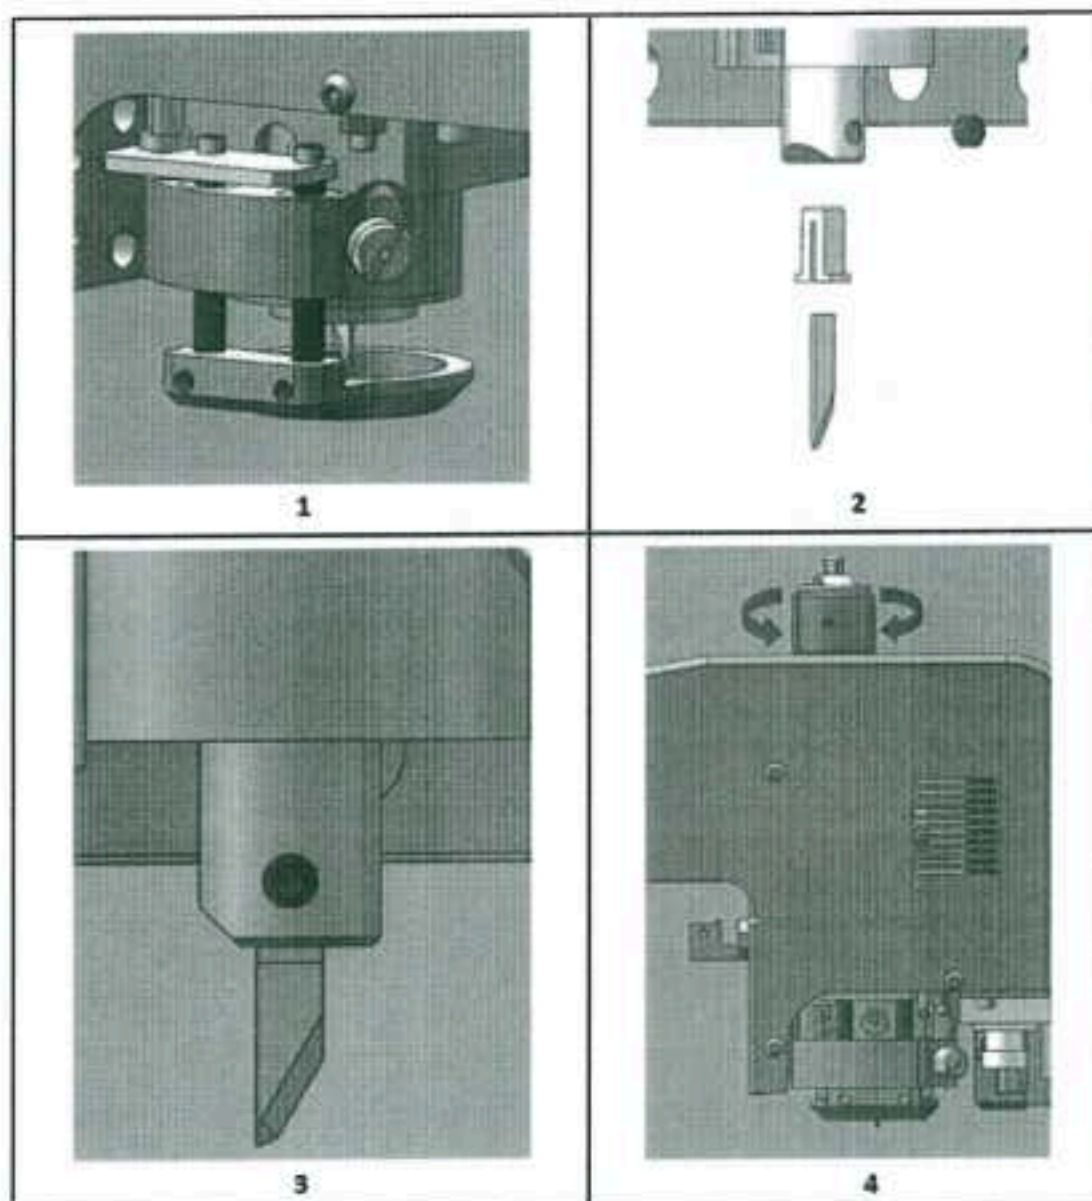

Рисунок 15. Установка осциллирующего ножа.
- Снимите лоток для прижатия материалов EOT, вывернув его из модуля, вращая против часовой стрелки (рис. 15, изображение 1).
- Вставьте нож в оправку и убедитесь, что нож правильно расположен в держателе, после чего затяните винт (рис. 15, изображение 2 и 3).